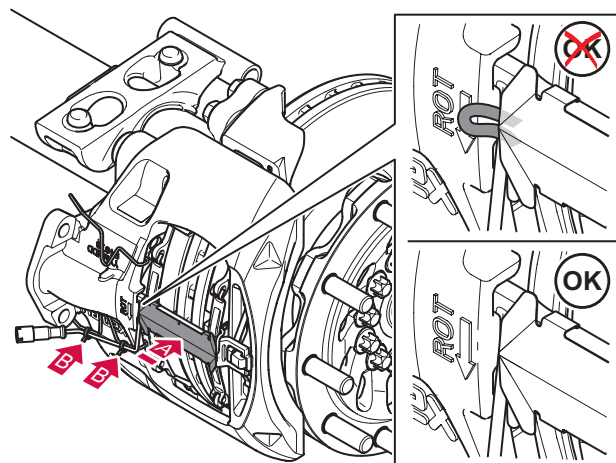

Figura 111. Cabo PWI para o retentor
9. Encaixe o cabo PWI no retentor para que o cabo não seja cortado, encaixe a placa de cobertura. Veja a figura 111.